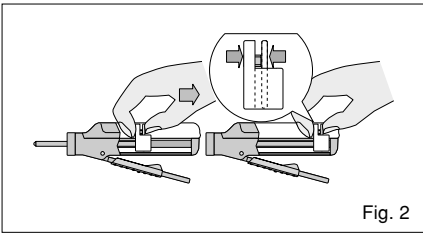

Fig. 2
*Tests effectués selon la norme ISO 9917 : 1991 (E) (Ciment Verre Polyalkenoate)
- a. Assurez-vous que le piston est complètement enfoncé dans le distributeur. (Fig. 2)
*Método del Test basado en ISO 9917:1991 (E) (Cemento polialquenoato de vidrio)
- a. Asegúrese de que el pistón está completamente replegado dentro del aplicador. (Fig. 2)